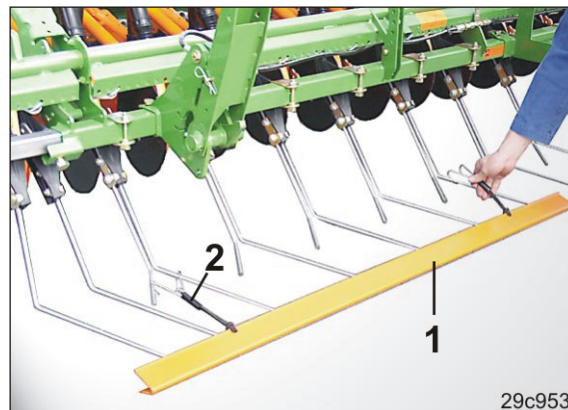

Fig. 214
1. Montați bara de siguranță pentru transport din două piese (Fig. 214/1) pe vârfurile dinților grapei.
2. Fixați bara de siguranță pentru transport cu clemele (Fig. 214/2) pe grapă.